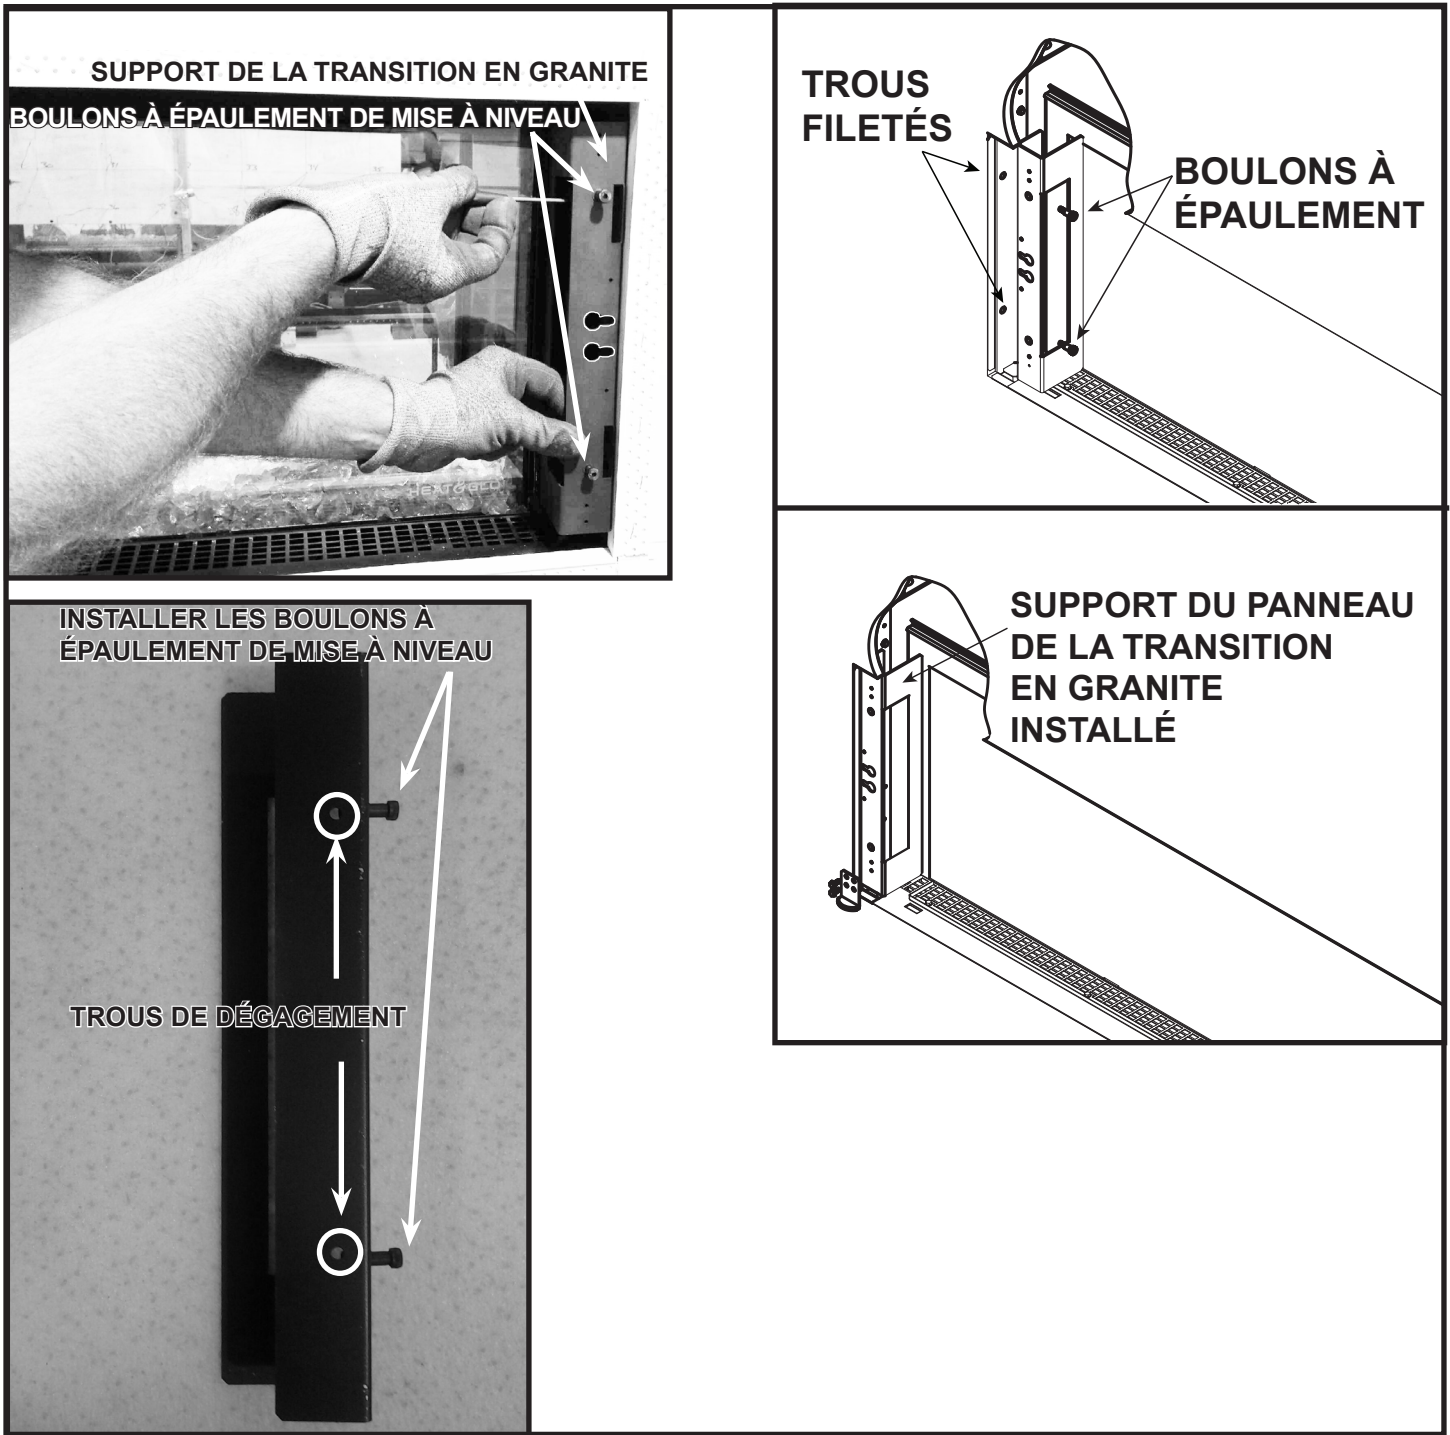

Figure 10.24. Installer les supports de la transition de granite
1. Installez les boulons à épaulement de mise à niveau dans les supports de transition du granite. Voir la figure 10.24. Les boulons peuvent être utilisés pour mettre les pièces de granite à niveau.
2. Installez le support de transition du granite à la gauche et la droite de l'ouverture de l'appareil comme il est indiqué à la figure 10.24. Attachez les supports avec les deux boulons à épaulement, puis serrez.